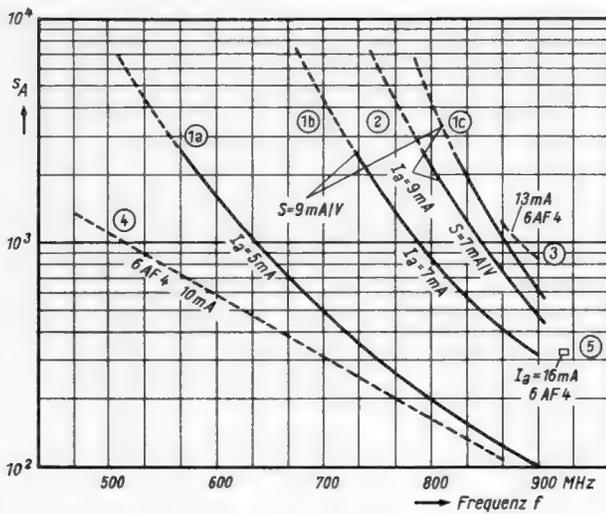

Bild 14. Das Stabilitätsmaß s_A in Abhängigkeit von der Frequenz, vom Anodenstrom und von der Steilheit beim Kasten-oszillator
Wichtig ist auch der Einfluß von Netzspannungsschwankungen auf die Oszillatorfrequenz. Sowohl Schwankungen der Anoden wie auch der Heizspannung können auf die Frequenz wesentlich einwirken. Anoden- und Heizspannungsänderungen beeinflussen vor allem die Steilheit, die Elektronenlaufzeit, die Raumladung und damit auch die Röhrenkapazität. Änderungen der Röhrenkapazität können durch eine in Reihe oder parallel geschaltete äußere Festkapazität (vgl. Bild 8c!) in ihrer Auswirkung vermindert werden. Bild 14 zeigt das Stabilitätsmaß
in Abhängigkeit von der Abstimm-Frequenz für einen Kastensoszillator mit kapazitiver Abstimmung; $C = 2 \cdot 25 \text{ pF}$ (vgl. Bild 9). Die Kurven 1a, 1b und 1c in Bild 14 gelten für eine bestimmte Röhre EC 93 (Nennsteilheit 9 mA/V) bei verschiedenen Anodenströmen. Man erkennt, daß die Frequenzstabilität mit steigender Frequenz und mit abnehmendem Betriebsstrom sinkt. Kurve 2 ist – bei gleichem Strom wie Kurve 1c – mit einer
Röhre kleinerer Steilheit gemessen. Zum Vergleich ist eine Kurve eingezeichnet (3), welche sich auf Messungen stützt, die bei der RCA mit einer Röhre 6 AF 4 (amerikanische Vergleichstyp) bei 13 mA an einem Kastensoszillator ähnlicher Konstruktion ausgeführt wurden [4]. Ferner ist eine Meßkurve (4), die an einem Mallory-Converter, Modell TV 101 mit Variometer-Abstimmung für die Röhre 6 AF 4 bei 10 mA aufgenommen wurde, angegeben. Schließlich ist noch ein Meßpunkt (5) für einen Oszillator mit offener $\lambda/2$ -Leitung, der mit der Röhre 6 AF 4 bestückt war, bei $I_a = 16 \text{ mA}$ in Bild 14 eingetragen (vgl. [5], S. 119, Bild 6).